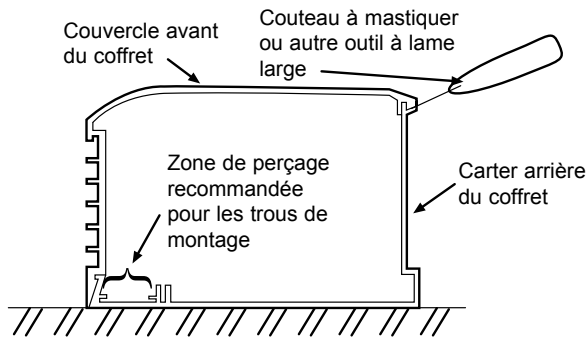

Fig. 1
16. Pour éviter d'endommager le radiateur, n'utilisez pas de tournevis pour séparer le couvercle avant du carter arrière. N'utilisez qu'un couteau à mastiquer comme montré sur la Figure 1.
2. Enlevez le couvercle frontal en couchant le radiateur sur le dos et en insérant un couteau à mastiquer (ou un autre outil à lame large, d'au moins 1" ou 25 mm, à environ 6" ou 152 mm de l'extrémité du radiateur, et en écartant vers le haut comme montré en Figure 1. Cela va déclencher l'ouverture du verrouillage. Recommençez si nécessaire en vous déplaçant le long du radiateur, jusqu'au désengagement complet du couvercle hors du carter arrière du radiateur.
- Percez les trous de montage de la taille voulue dans le carter du radiateur (Voyez la Figure 1 pour l'emplacement recommandé des trous de montage).
- Percez les trous de montage de la dimension requise dans tous les carters de radiateurs (Voyez la Figure 1 pour l'emplacement recommandé des trous de montage).